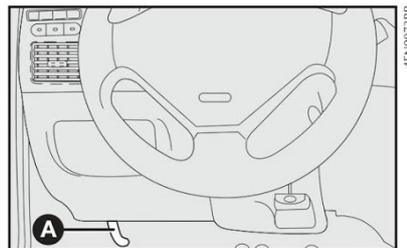

fig. 121
- 1) Puxar a alavanca **A-fig. 121**.